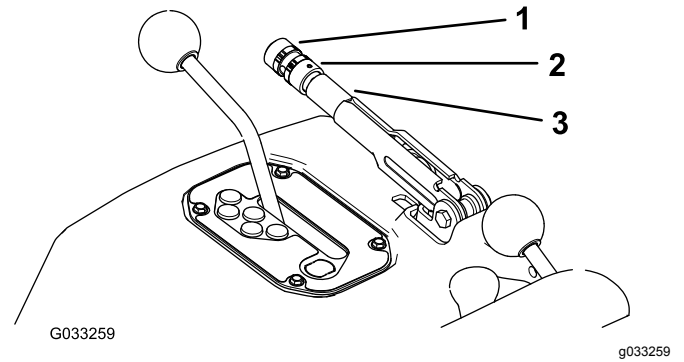

図 75
- 3. ノブ 図 75 を回し、20-22kg 程度の力でブレーキを作用させられるように調整する。
- 4. 調整が終わったら固定ねじを締める 図 75。
2. 調整ノブをブレーキレバーに固定している固定ねじをゆるめる 図 75。